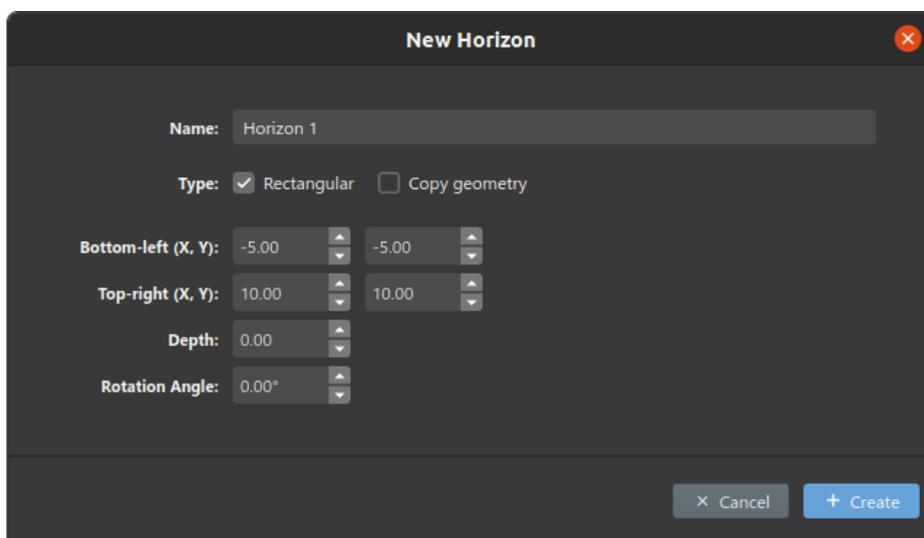

Figura 9 - Janela de criação de novo horizonte.
No modo “*Rectangular*” (Figura 9), para definir a geometria do horizonte o usuário precisa fornecer: as coordenadas X e Y de dois pontos opostos do retângulo, a profundidade (Z) do horizonte e uma rotação, quando necessária.